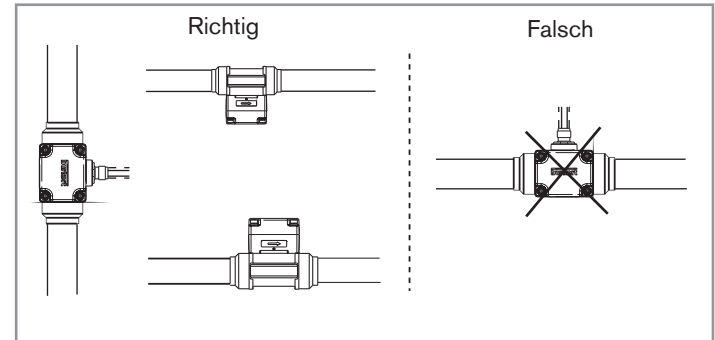

Bild 3: Die Flügelradachse muss horizontal liegen
- Das Gerät so installieren, dass die Flügelradachse horizontal liegt (Bild 3).